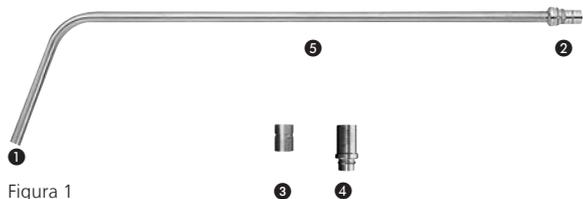

Figura 1
O grampo SynFrame para anéis de retenção (387.347) e o suporte para óticas (387.365), utilizados para ligar a barra transmissora de luz ao anel de retenção SynFrame (387.336) e o meio anel SynFrame (387.337), podem ser fixados a todo comprimento do eixo da barra transmissora de luz SynFrame (ver figura 1, 5).
- Limpe a sujidade das superfícies óticas (ver figura 1, 1 e 2) com algodão embebido em álcool (etanol a 70%) ou um detergente neutro.
- Limpe a sujidade das superfícies óticas (ver figura 1, ❶ e ❷) com algodão embebido em álcool (etanol a 70%) ou um detergente neutro.
Antes da esterilização, certifique-se de que a barra transmissora de luz SynFrame e as superfícies óticas em particular (ver figura 1, ❶ e ❷) estão limpas e de que o teste da barra transmissora de luz SynFrame não determina a imposição de restrições de utilização.